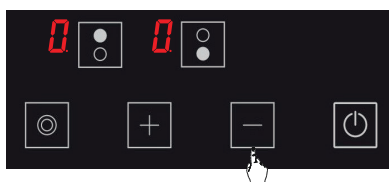

Figure 22
3. Rappuyez sur la touche **-**. (voir Fig. 22) Cela doit être effectué tout de suite après la 2e étape. La sécurité enfants est désactivée de manière permanente. En d'autres termes, la sécurité enfants doit rester désactivée même si l'unité est éteinte et rallumée.